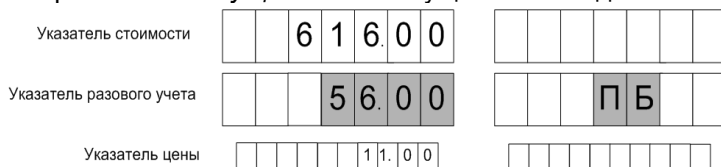

Рисунок 12
11.2 Доза на устройство задается оператором с помощью СУ. В начале нового налива, когда колонка готова к отпуску топлива, мигающими символами в средней строке ЖКИ отображается значение заданной дозы, а в случае отпуска "до полного бака" – символы "ПБ" (рисунок 12). Это предоставляет удобный способ определить, когда можно начать налив, а также убедиться, что задано требуемое количество топлива. Для запуска налива необходимо нажать кнопку "Пуск", после чего значения стоимости и объема на табло обнуляются. С этих пор на табло отображается *отпущенная* на текущий момент доза.